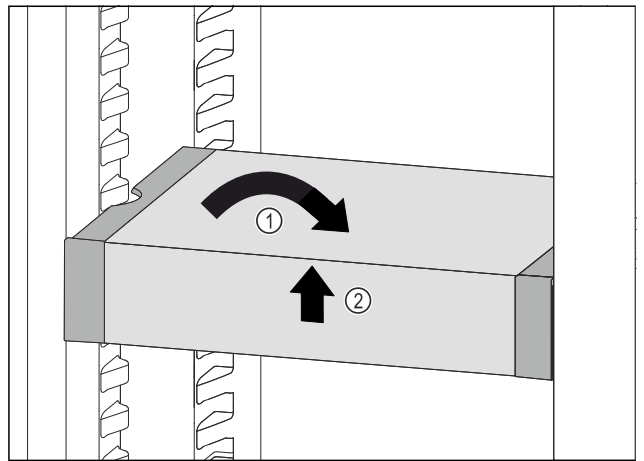

Fig. 70
- ▶ Изправете VarioSafe. Fig. 70 (1)
- ▶ Повдигнете VarioSafe отпред. Fig. 70 (2)